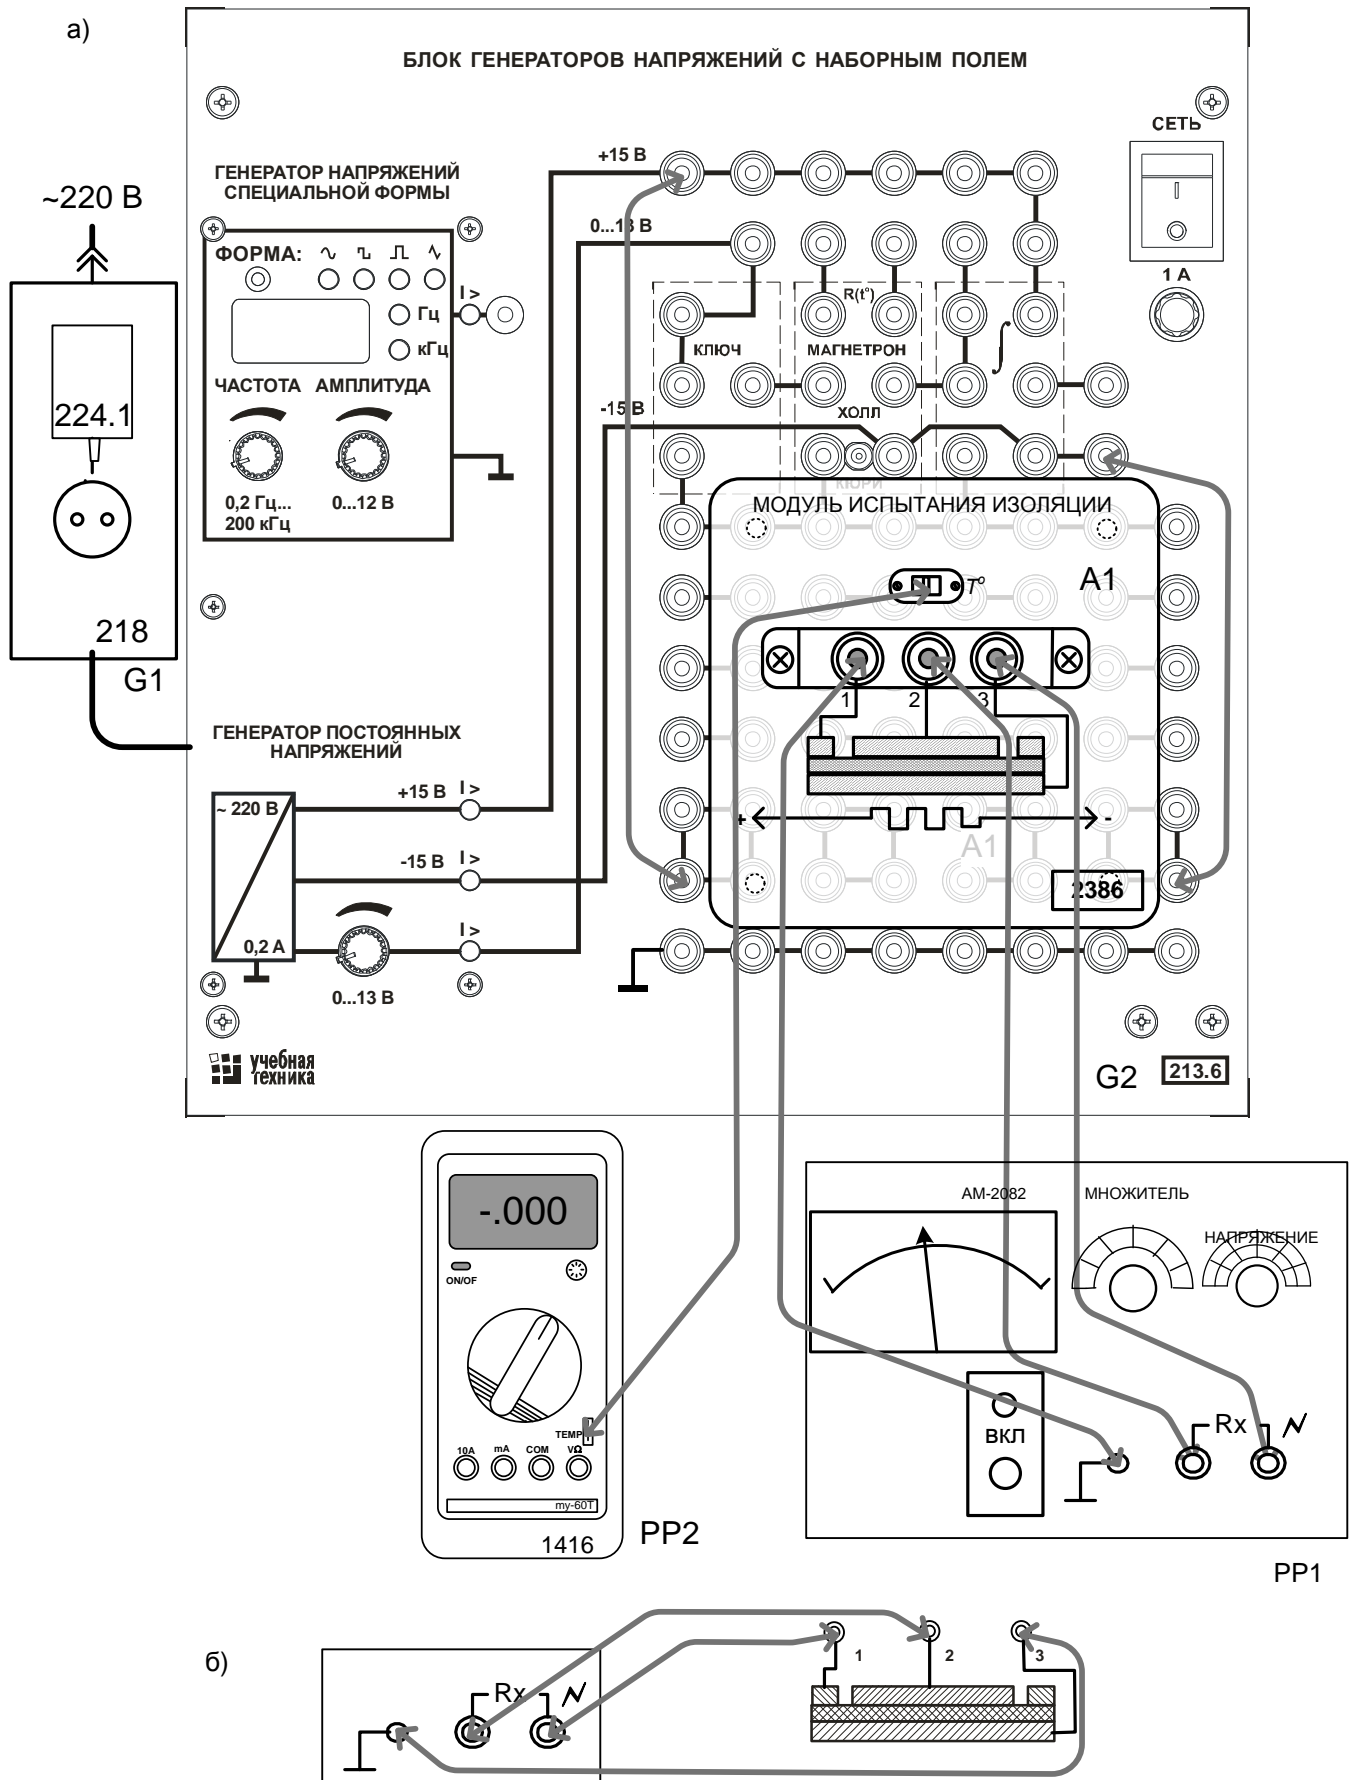

Рис. 3.4.2. Схема электрическая принципиальная для измерения объёмных (а) и поверхностных (б) сопротивлений
Принципиальная электрическая схема для измерения объёмных сопротивлений образцов представлена на рис. 3.4.2а, а изменения в схеме для измерения поверхностных сопротивлений – на рис. 3.4.2б.
- Вставьте модуль испытания изоляции в наборную панель, как показано на рис. 3.4.2а.
- Соедините аппаратуру в соответствии со схемой соединений (рис. 3.4.2а).
- Когда диапазон подобран, для максимально точного измерения ещё раз разомкните цепь и потенциометром (8) для подстройки шкалы установите стрелку прибора в положение « ∞ », затем восстановите цепь, дождитесь, когда стрелка остановится, и сделайте отсчёт.
- Сделайте изменения в схеме для измерения поверхностных сопротивлений (рис. 3.4.2б). Включите питание всех блоков. Подберите диапазон для измерения сопротивлений, как описано выше.